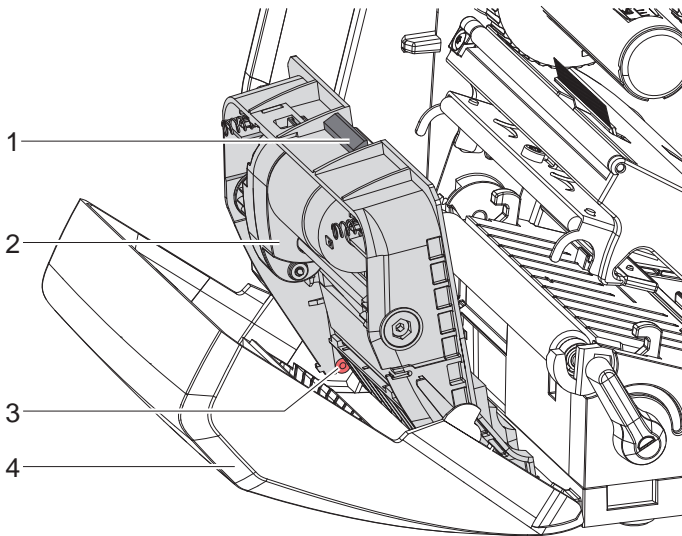

Bild 4 Messer ausbauen
- ▶ Welle (6) mit Torx-Schraubendreher TX10 im Uhrzeigersinn drehen, bis die Zahnstangen (7) außer Eingriff sind.
- ▶ Obere Klinge (9) aus den Führungen (8) herausziehen.
- ▶ Untere Klinge (10) herausnehmen.
- ▶ Untere Klinge von oben in die Halterungen (11) einsetzen.
- ▶ Gegebenenfalls Federn (12) wieder in die Federtaschen (13) legen.
- ▶ Zum Einbauen der oberen Klinge untere Klinge auf die Blende drücken, obere Klinge in die Führung einlegen und soweit nach oben schieben, bis die Zahnstangen (7) von den Zahnrädern (5) erfasst werden.
- ▶ Welle (6) mit Torx-Schraubendreher TX10 gegen den Uhrzeigersinn drehen, bis die Klinge den oberen Anschlag erreicht hat.
5. Messerbaugruppe (2) gemäß Bild 4 in die Achsen (3) einhängen und bis zum Einrasten in die Blende (4) schwenken.